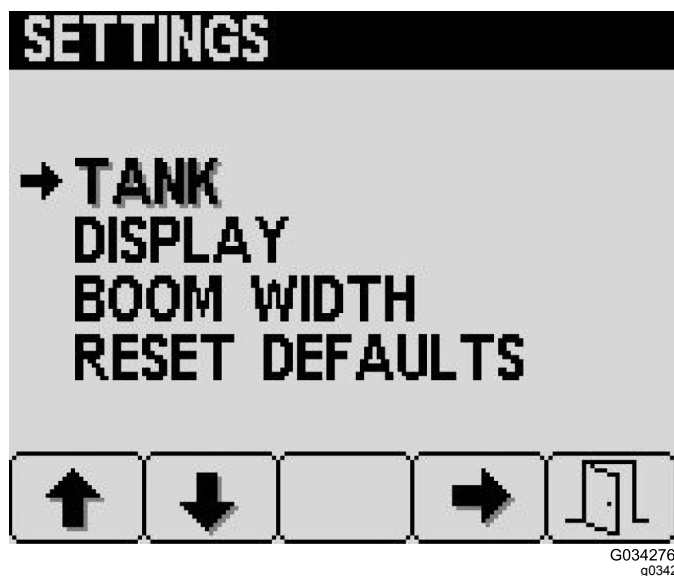

图 19
要访问 Settings 设置屏幕按下 Main Menu 主菜单屏幕上的 2 号按钮图 16 直至到达 Settings 设置然后按 4 号按钮选择 Settings 设置图 19。
1. 按 Settings 设置屏幕上的 4 号按钮选择 Tank 药缸设置图 19。
1. 按下 Settings 设置屏幕上的 2 号按钮直至到达 Display 显示设置然后按 4 号按钮选择 Display 显示图 19。
喷洒臂宽设置是在制造工厂时预先填充的 图 19。